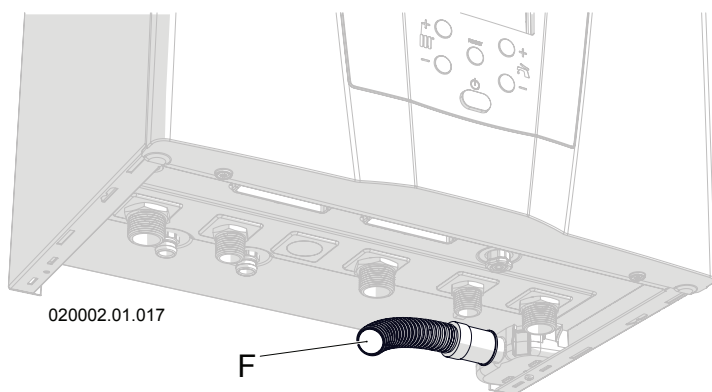
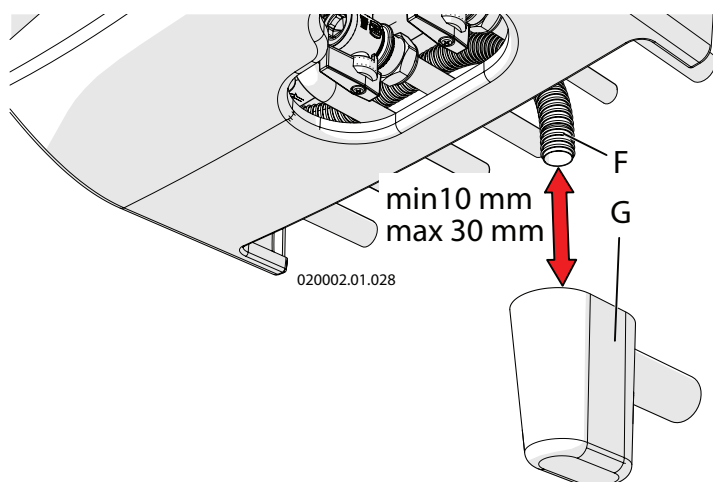

Figure 5-5 - Conduit d'évacuation des condensats
Figure 5-8 - F = conduit d'évacuation des condensats
L'appareil est prédisposé d'un siphon pour l'évacuation des condensats (voir les Figures 3-2 et 3-4 élément « F ») et pour prévenir la sortie des produits de la combustion, dont la terminaison correspond au conduit « F » de la Figure 5-5. Cette terminaison doit être dirigée dans un siphon ultérieur anti-odeurs (Figure 5-8 élément « G ») de manière à prévenir le retour des mauvaises odeurs dans l'atmosphère (le siphon anti-odeurs « G » est fourni sur demande). Le système d'élimination des condensats doit en particulier :
- ☞ pour les logements et pour les bureaux de plus de 10 utilisateurs, il peut être raccordé au système d'épuration des eaux usées domestiques au moyen d'un siphon avec déconnexion permettant d'éviter la pressurisation du système (siphon disposé à l'intérieur de l'appareil) et d'empêcher le retour des mauvaises odeurs d'égout (détail « G » de la Figure 5-8). Si le bureau est utilisé par moins de 10 personnes, avant le raccordement à l'évacuation des eaux usées domestiques, il est opportun d'utiliser un neutraliseur de condensats (voir le Chapitre 9 pour la valeur d'acidité des condensats et pour la quantité).
La décharge de la soupape de sécurité est acheminée dans le conduit « F » de la Figure 5-5 qui doit ensuite être amené au siphon anti-odeur (détail « G » Figure 5-8). Cette évacuation avec siphon est conçu pour éviter les surpressions en cas d'ouverture de la vanne et permet à l'utilisateur de vérifier toute intervention éventuelle. Le siphon anti-odeurs « G » de la Figure 5-8 est fourni sur demande.